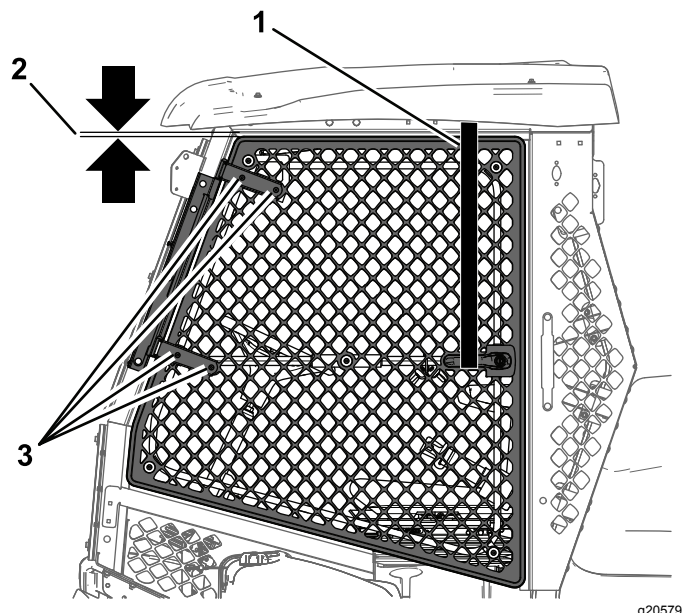

Figura 12
2. Posizionate un'estremità di una cinghia di ritenzione sulla guida del telaio superiore e l'altra estremità sulla maniglia dello sportello (Figura 12).
4. Allentate i 4 bulloni e i 4 dadi sulla cerniera dello sportello (Figura 12).